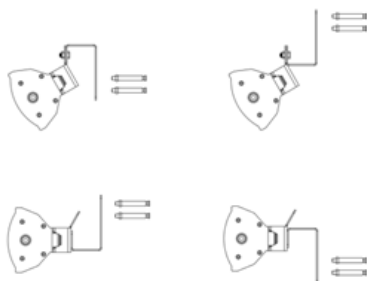

Рис. 7
7. Возможные варианты монтажа прибора на стену и потолок, а также возможные варианты угла наклона прибора показаны на рис. 7, 8.